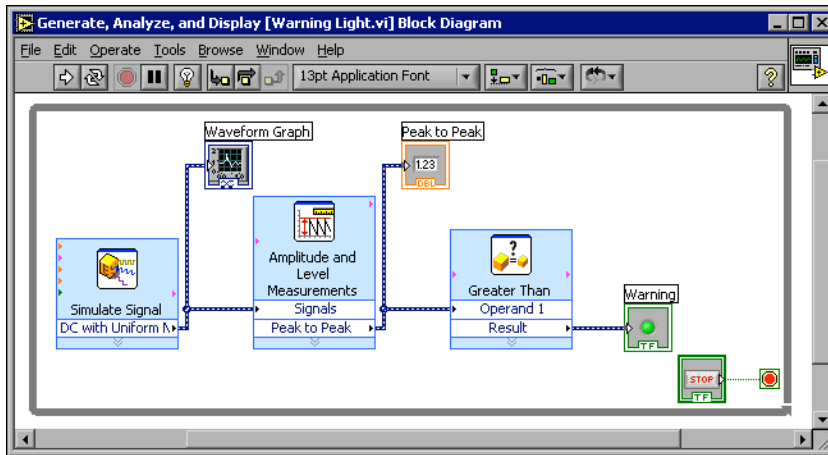

Figura 2-5. Diagrama de Bloques para el Warning Light VI
1. En el diagrama de bloques, mueva la terminal **Warning** a la derecha del Comparison Express VI. Vea que la terminal **Warning** esté dentro del recuadro, como se muestra en la Figura 2-5.
El diagrama de bloques debe ser similar al mostrado en la Figura 2-5.